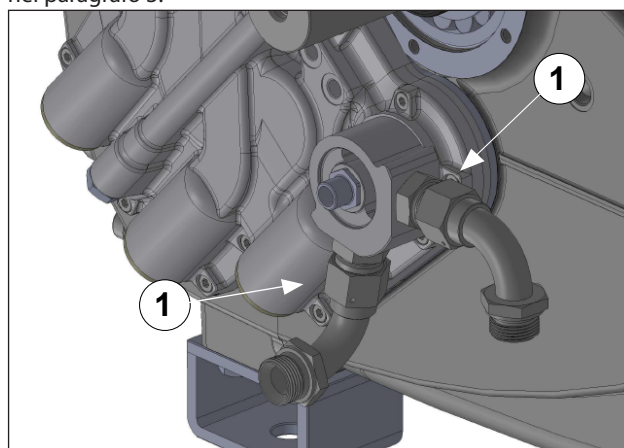

Fig. 131
Montare la cartuccia filtro olio serrandola manualmente (pos. ①, Fig. 131).